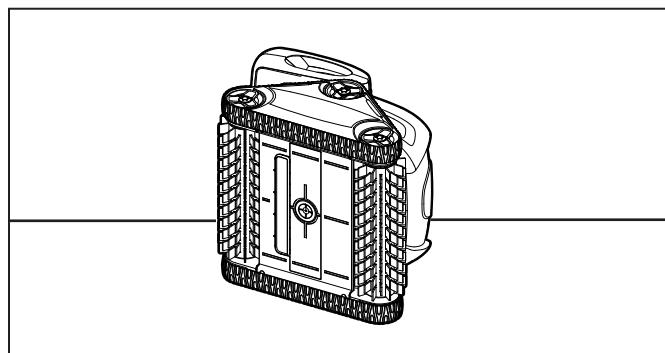

Figura 29. Pare el limpiador sobre su costado
- Pare el limpiador sobre su costado (vea la figura 29).